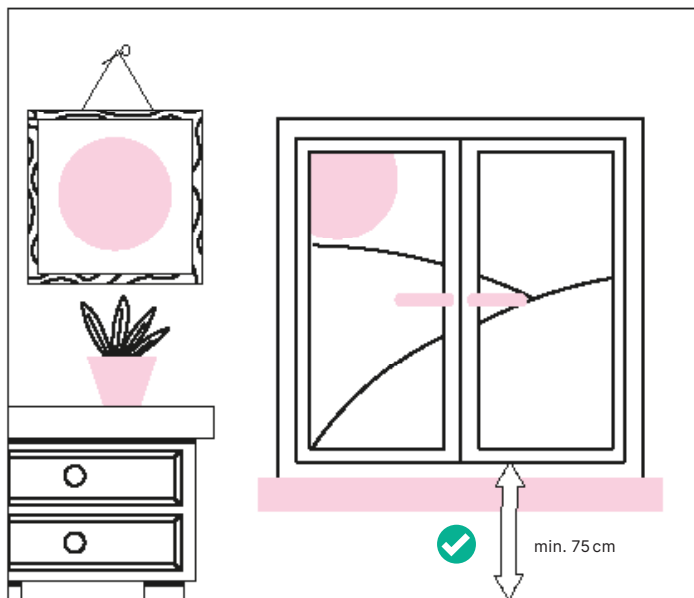

fig. 1
- De borstwering is minstens 75 cm hoog, gemeten vanop de vloer of vanop het raamtablet indien dit breed en makkelijk bereikbaar is. **fig. 1**